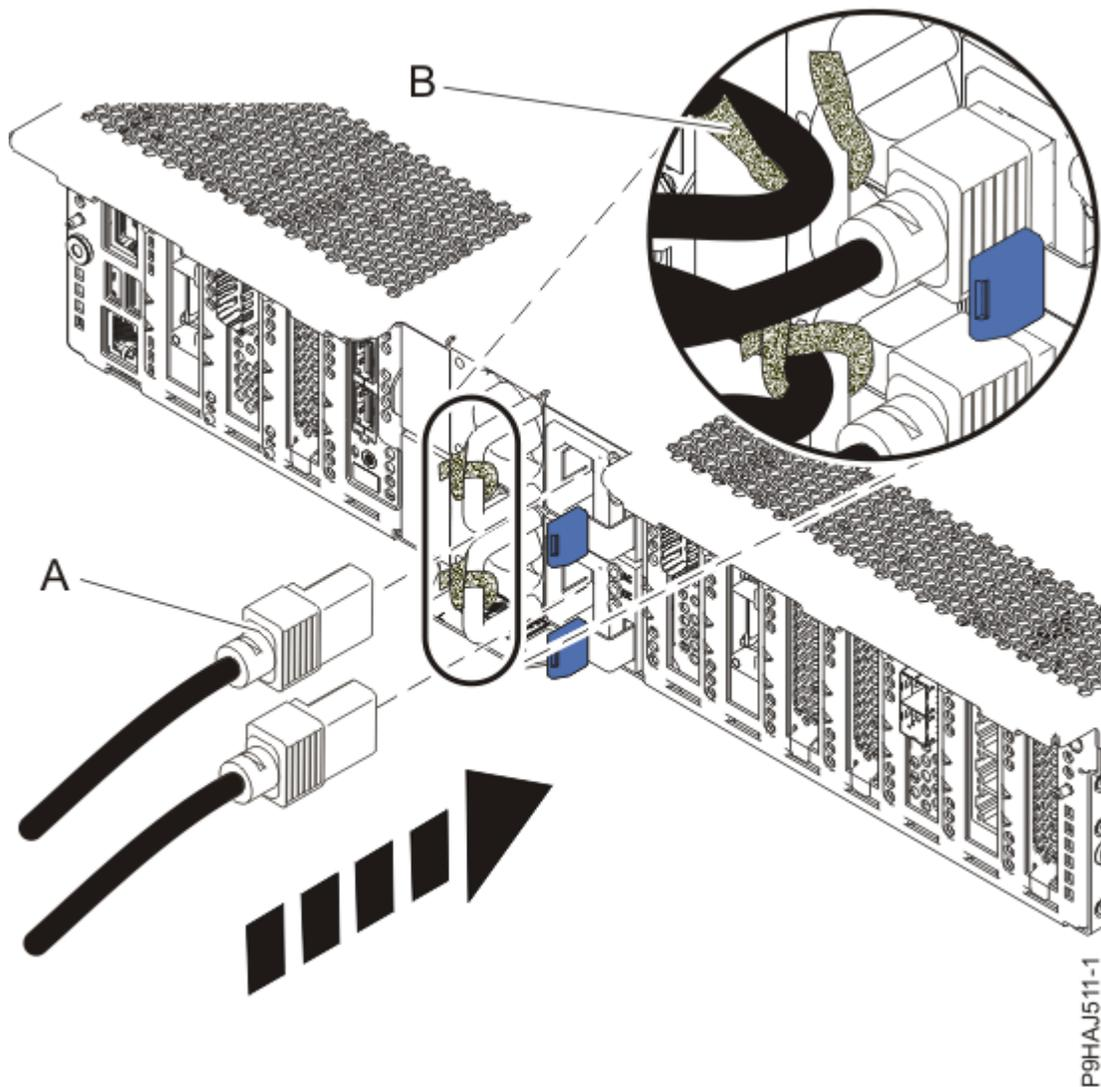

Figura 35. Ligar os cabos de alimentação
5. Utilizando os rótulos volte a ligar os cabos de alimentação **(A)** à unidade de sistema. Fixe os cabos de alimentação ao sistema utilizando os fixadores de velcro **(B)** conforme mostrado em Figura 35 na página 41.